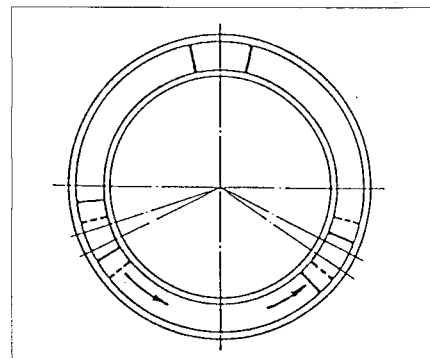

図1-17
(10) バランスピースの位置の調整をする。
- ① 重心を真下にもってきて、砥石が回らないかを確認する。
- ② 回る場合はバランスピースを左右対称に調整する（図1-17）。
(11) すべての位置で砥石が静止するかを確認する。